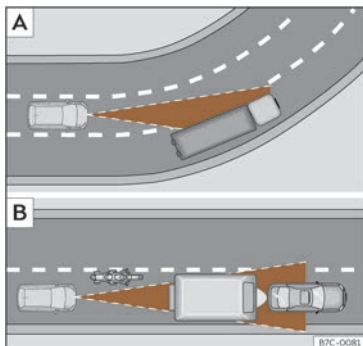

Fig. 112 [A] Vehicle en un revolt. [B] Motociclista circulant per davant fora del radi d'acció del sensor de radar.
L'ACC podria no detectar el vehicle precedent en un revolt o podria regular la distància amb vehicles que es troben en altres carrils >>> **fig. 112** [A].
- Vehicles que circulin desalineats o fora de la zona de detecció del sensor, per exemple, motocicletes >>> **fig. 112** [B].